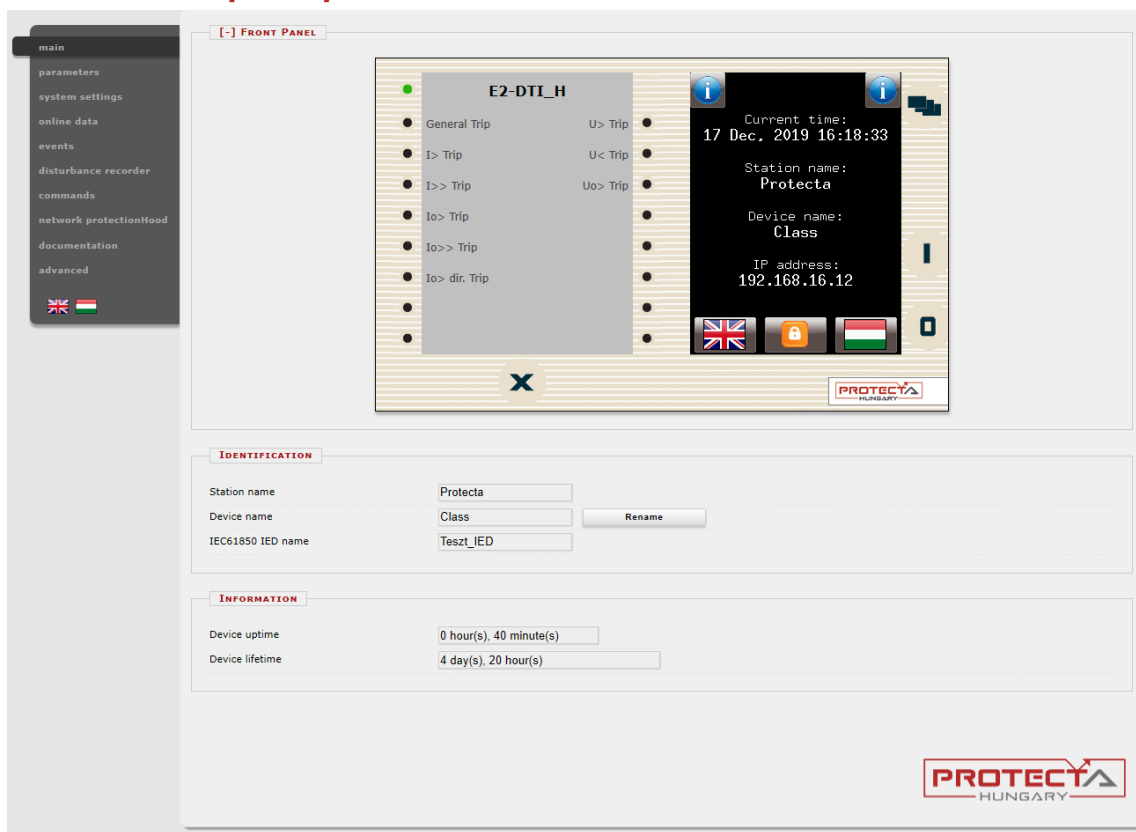

Figura 4-4 Meniul principal
Panoul frontal al dispozitivului poate fi controlat de aici (Figura 4-4). Imaginea aflata in centrul ecranului se comporta la fel ca si ecranul tactil si LED-urile, exceptie facand butoanele on (1) si off (0). Aceste doua butoane sunt inactive din motive de siguranta.